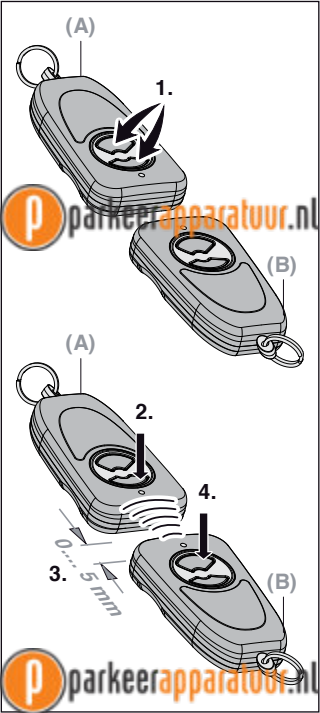

Fig. 3
4.3 Een toetsfunctie kopiëren (fig. 3)
4.3 Copiar una función de pulsador (fig. 3)